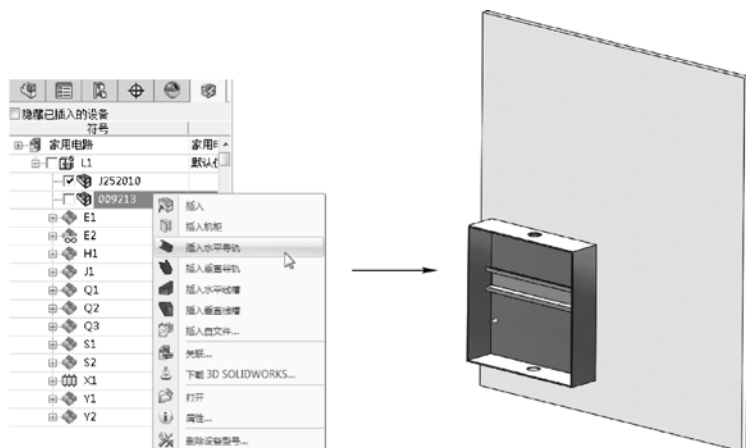

图 7-81 插入水平导轨操作和效果
STEP 5 右击 Electrical Manager 树中“009213”项，选择“插入导轨”菜单选项，在配电箱中插入水平导轨，如图 7-81 所示。